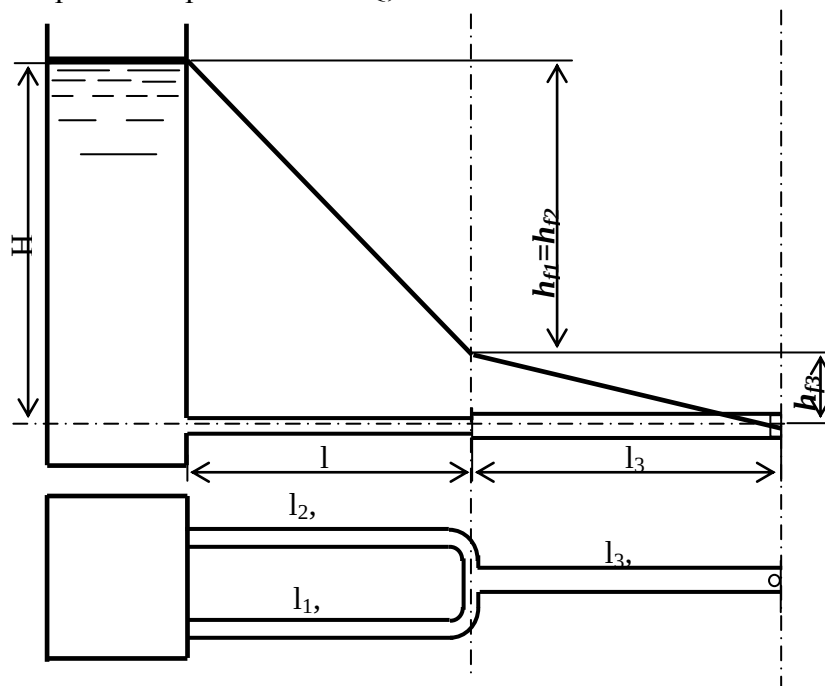

Рис.3
**Задача 3:** Определить расход воды  $Q$ , вытекающий по заданной системе труб (рис. 3).